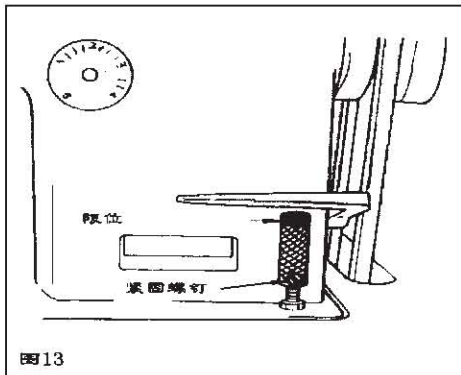

图13
十一、针距的调节(图13)
1. 针迹长度的调节(图13)只要旋转倒送料扳手上的面的针距调节旋钮至所需数字即可. 旋钮上刻度的数字用mm表示.